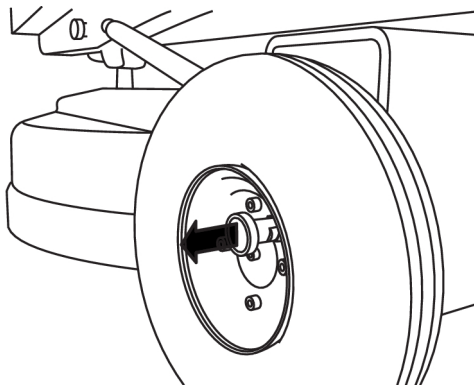

Figure 4-1. Déverrouiller les roues
1. Déverrouillez les roues en retirant la cheville de verrouillage, voir Figure 4-1, page 17.
Tournez la manivelle devant la roue d'appui pour ajuster la hauteur de telle sorte que la machine s'incline et que la tête de ponçage ne soit pas en contact avec la surface. La ponceuse peut se déplacer en la poussant manuellement droit devant. Assurez-vous que le blocage de la roue est desserré, voir Figure 4-1, page 17.